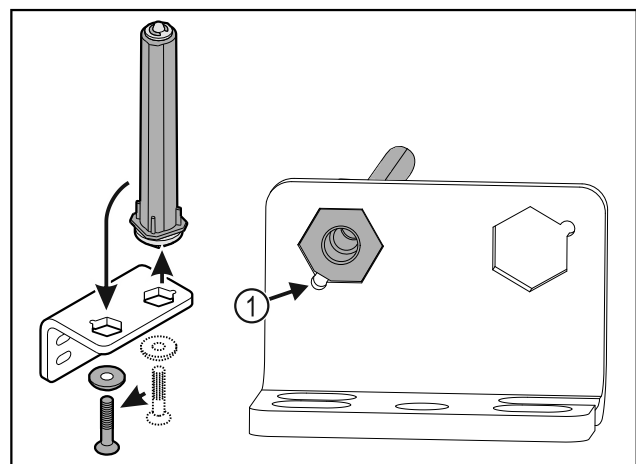

Fig. 31
- ▶ Darauf achten, dass beim Einsetzen die Bolzenabschrägung Fig. 31 (1) zum runden Loch zeigt.